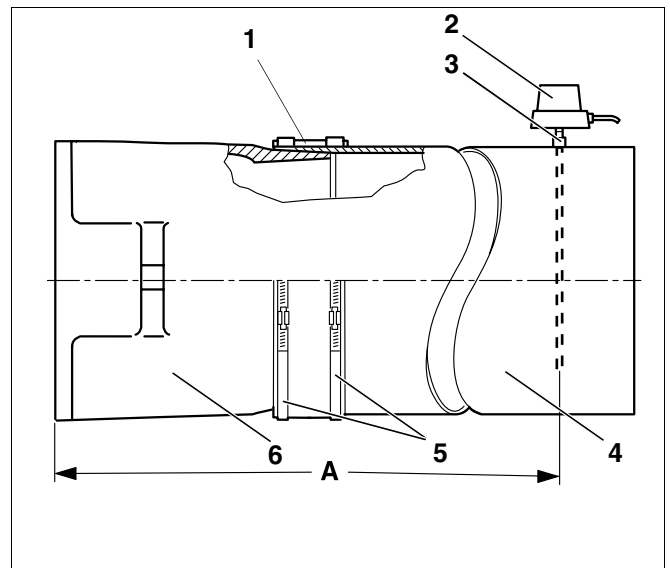
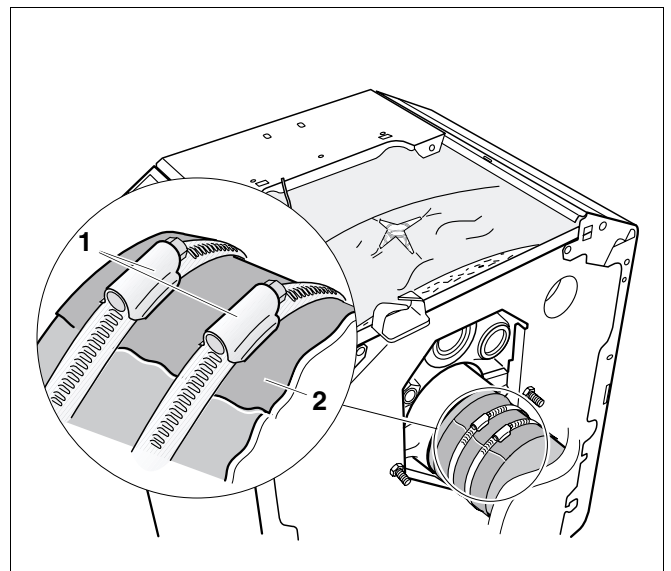

Fig. 17 Montering af røgrørsmanchet
Fig. 18 Montering af tætningsmanchet
Det anbefales at anvende en røgrørsmanchet (fig. 17, **pos. 1**).
- Læg røgrørsmanchetten (fig. 18, **pos. 2**) foroven omkring røgrøret (fig. 17, **pos. 4**) og studsens med overlap.
- Læg spændebånd (fig. 17, **pos. 5**) omkring manchetten (fig. 17, **pos. 1**). Skub et af spændebåndene på røggasstudsens (fig. 17, **pos. 6**). Tryk det andet spændebånd på røgrøret (fig. 17, **pos. 4**).
- Spænd spændebåndene (fig. 18, **pos. 1**). Manchetten (fig. 18, **pos. 2**) skal slutte helt til.
- Svejs en muffe (fig. 17, **pos. 3**) ind i røgrøret i en afstand fra røggasstudsens, som svarer til  $2 \times$  røggasrørets diameter (mål A).